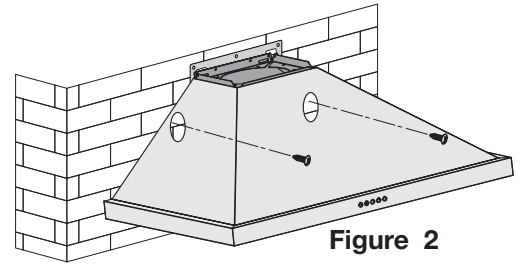

Figure 2
- **Étape optionnelle** : Pour assurer un soutien accru, percez deux trous supplémentaires vis-à-vis les trous prépercés de la hotte, puis installez la hotte au mur. (voir figure 2)